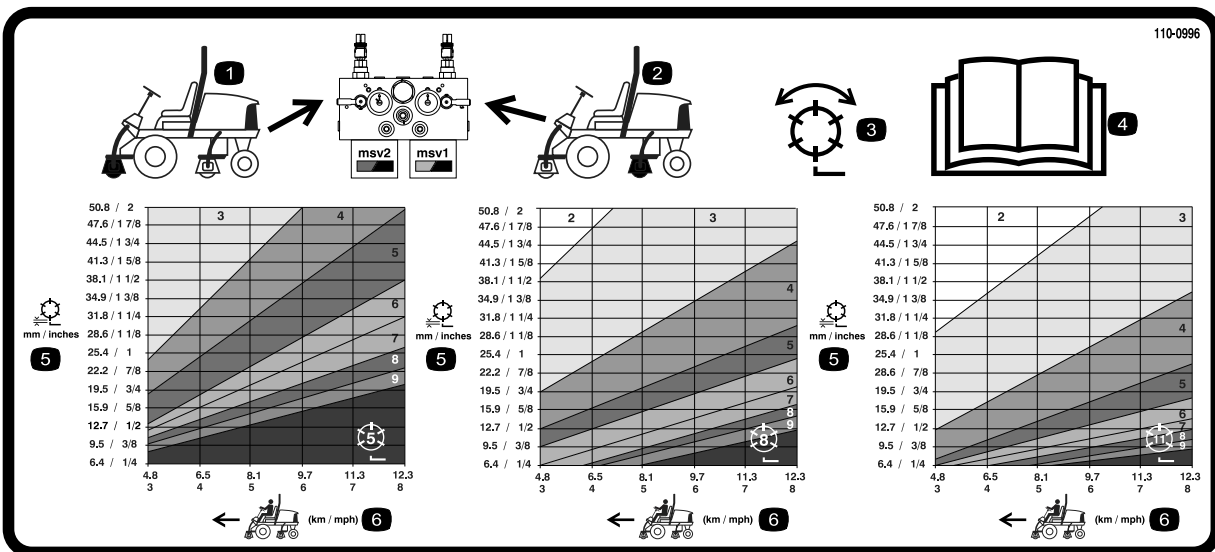
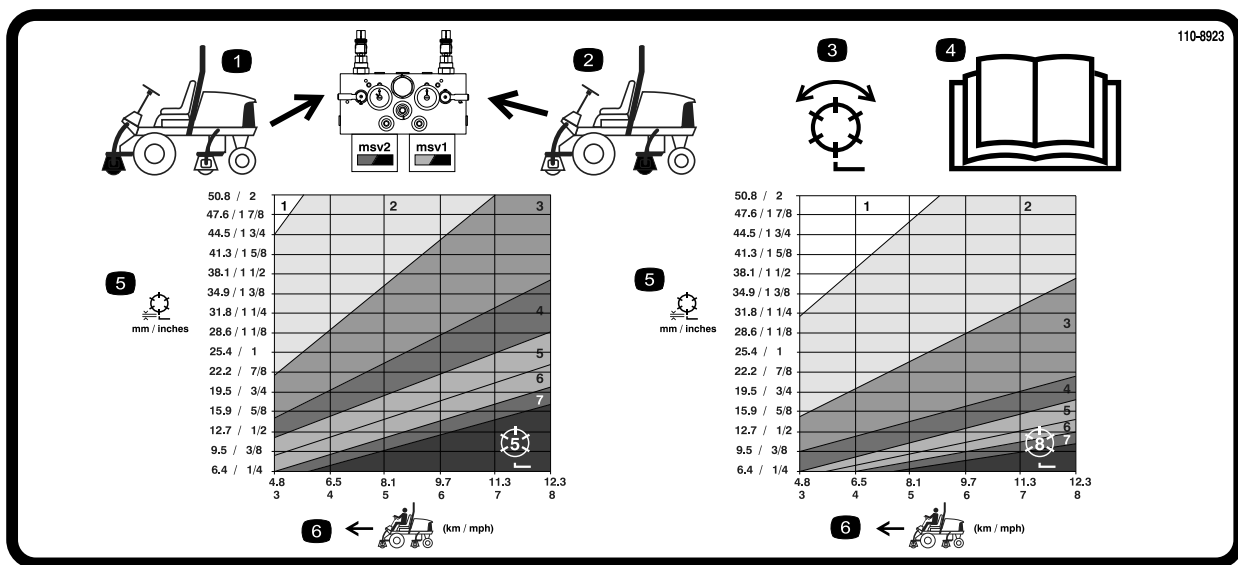

Figura 38
Figura 39
- Usate lo schema opportuno sull'adesivo 110-0996 (Figura 38) per gli elementi di taglio da 17,8 cm [7 poll.] dei Reelmaster 5510 e 5610, o sull'adesivo 110-8923 (Figura 39) per gli elementi di taglio da 12,7 cm [5 poll.] dei Reelmaster 5210 e 5410 per determinare l'impostazione esatta della velocità dei cilindri.